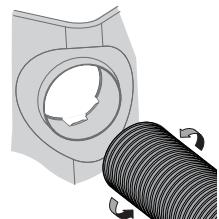

Figure 27
- Vissez le tube flexible (764-05335) dans l'adaptateur du bac récupérateur. Il y a deux encoches à l'intérieur de l'adaptateur pour faire tenir le tube en place. Voir Figure 27.